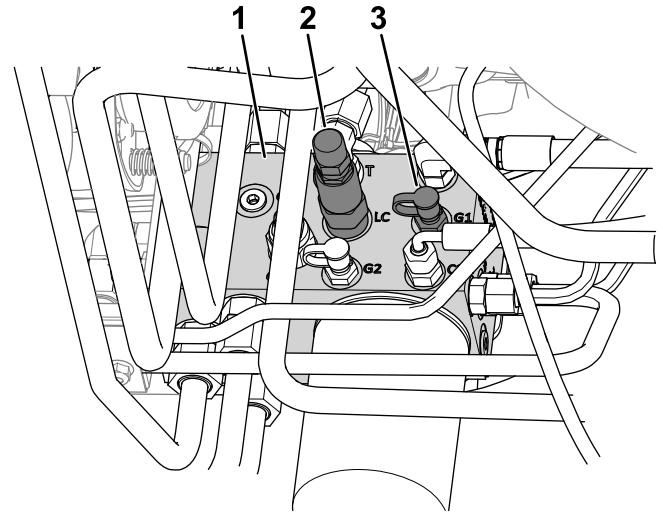

Figure 22
4. Branchez un manomètre sur l'orifice de contrôle (identifié par G1 ; voir la Figure 22).
2. Tiroir de transfert de poids (LC)
5. Sur le côté du collecteur de levage, enlevez le capuchon de la prise d'essai (identifiée par G1 ; voir la Figure 22).
6. Desserrez l'écrou de blocage au bout du tiroir de transfert de poids (identifié par LC ; voir la Figure 22).